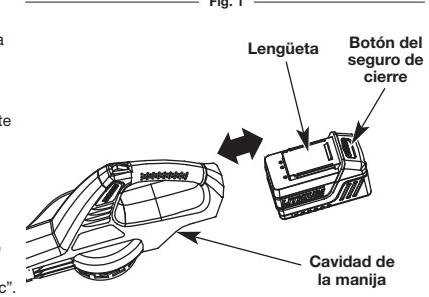

Fig. 2
- Alinee la lengüeta de la batería con la cavidad en la manija (Fig. 2).
- Presione el botón del seguro de cierre de la batería y manténgalo oprimido (Fig. 2).
- Ajuste la batería en la cavidad de la manija (Fig. 2). Remítase a *Instalación de la batería*.